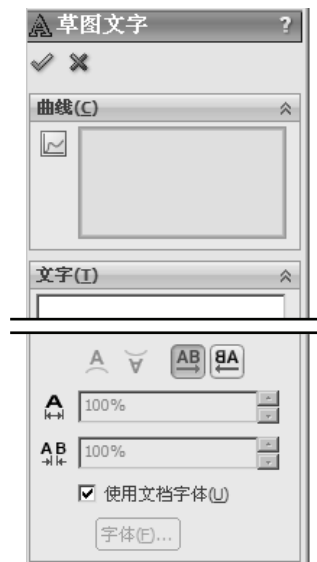

图 2.6.11 “草图文字”对话框
Step 1 选择命令。选择下拉菜单 **工具(T)** → **草图绘制实体(E)** → **文本(T)...** 命令，系统弹出图 2.6.11 所示的“草图文字”对话框。